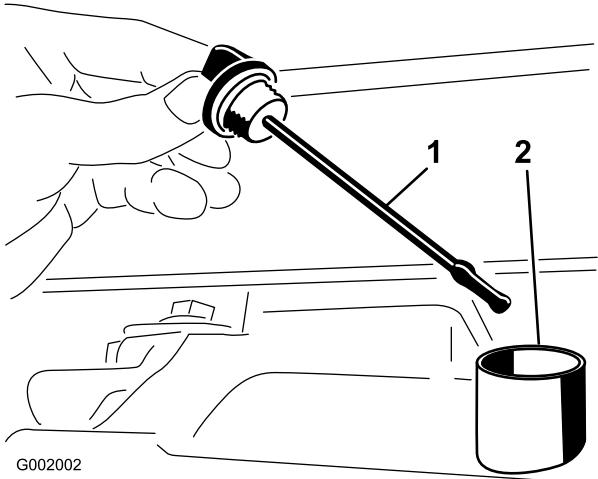

図 67
2. トランスアクスルのディップスティックを抜き、ウェスで一度きれいに拭く(図 67)。